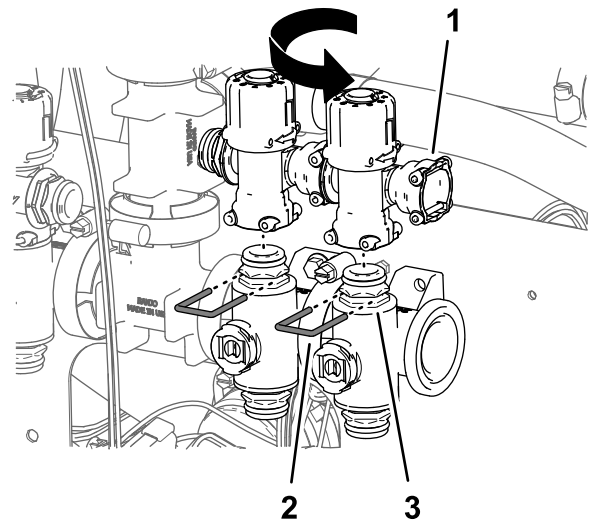

Figura 103
8. Repita os passos 5 a 7 para as válvulas de distribuição da válvula do bico 6 e válvula do bico 7 (Figura 103).